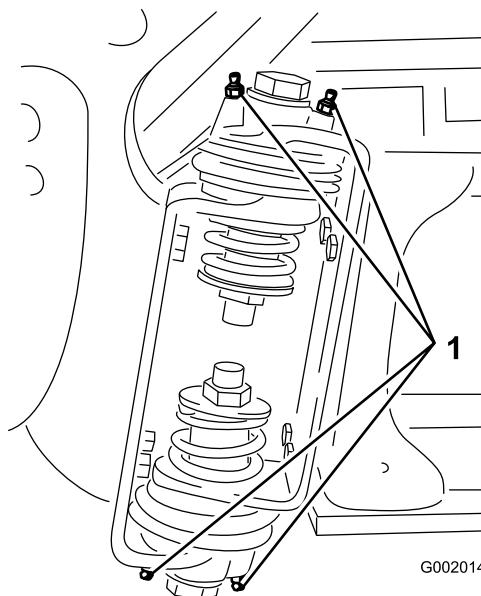

Рисунок 39
- Закачайте консистентную смазку в подшипник или втулку через каждую масленку (Рисунок 39).